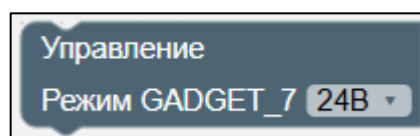

Рисунок II-43 – Блок задания выходного сигнала
б) питание инструмента (см. Рисунок II-43):
1) блок задания выходного сигнала (см. Рисунок II-43):